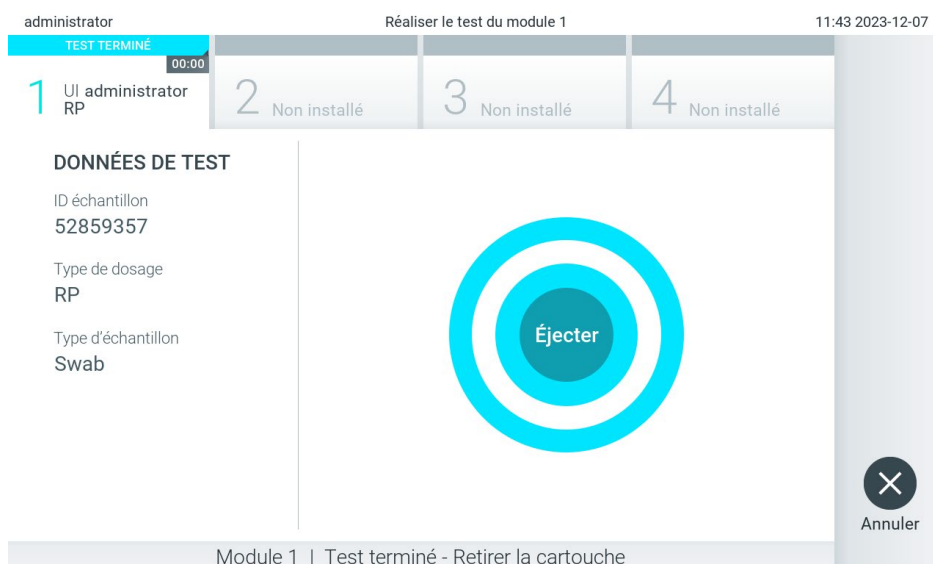

Figure 29. Affichage de l'écran Eject (Éjection).
10. Une fois l'analyse terminée, l'écran Eject (Éjection) apparaît (figure 29).